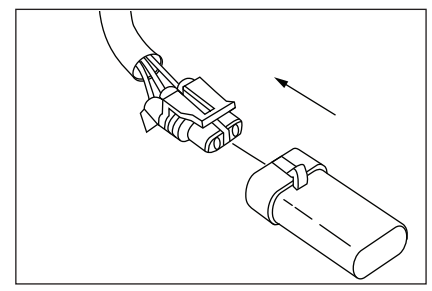

Figura 3
5. Instale la Cubierta Protectora 050790 en el Conector del Arnés del Sensor de Presión de Aceite (Figura 3)